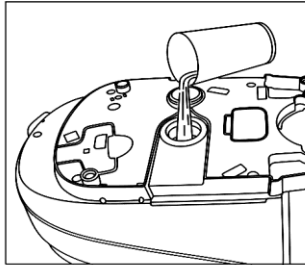

Abb. 10
7. Gießen Sie eine Tasse Leitungs- oder gefiltertes Wasser in den Boiler nterhalb des Lochs (Abb. 10).